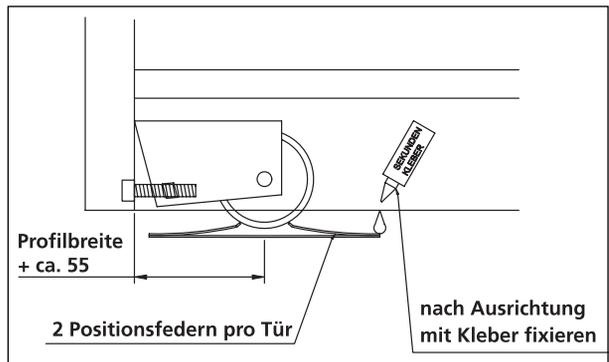

Bild 20
4. Kleben Sie die Positionsfedern mit Sekundenkleber (nicht im Lieferumfang enthalten) fest (Bild 20).